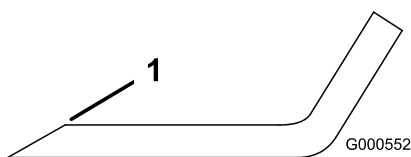
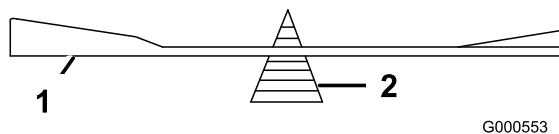

Figura 39
Figura 40
- Utilice una lima para afilar el filo de corte en ambos extremos de la cuchilla (Figura 39). Mantenga el ángulo original. La cuchilla permanece equilibrada si se retira la misma cantidad de material de ambos bordes de corte.
- Verifique el equilibrio de la cuchilla colocándola sobre un equilibrador de cuchillas (Figura 40). Si la cuchilla se mantiene horizontal, está equilibrada y puede utilizarse. Si la cuchilla no está equilibrada, rebaje algo el metal en la parte de la vela solamente (Figura 39). Repita este procedimiento hasta que la cuchilla esté equilibrada.